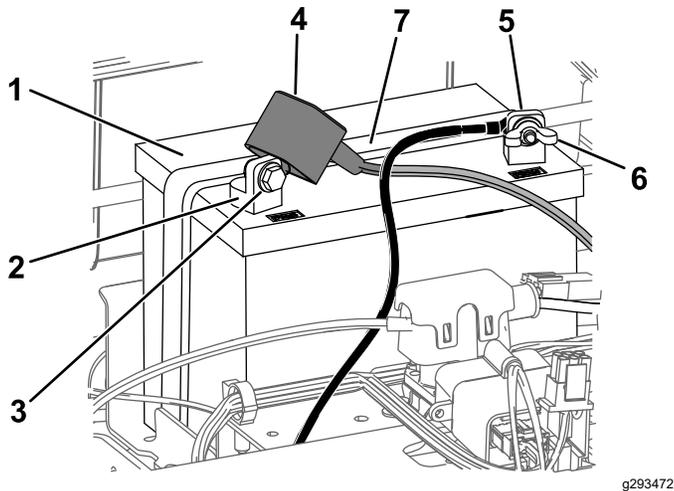

図 42
- バッテリー端子からマイナスケーブル黒を外す 図 42。
6. バッテリー端子からプラスケーブル赤を外す 図 42。
7. バッテリー押さえ 図 42を外して、バッテリートレイからバッテリーを取り出す。
1. バッテリーをトレイに載せる 図 42。
5. バッテリー押さえを使ってバッテリーを固定する 図 42。